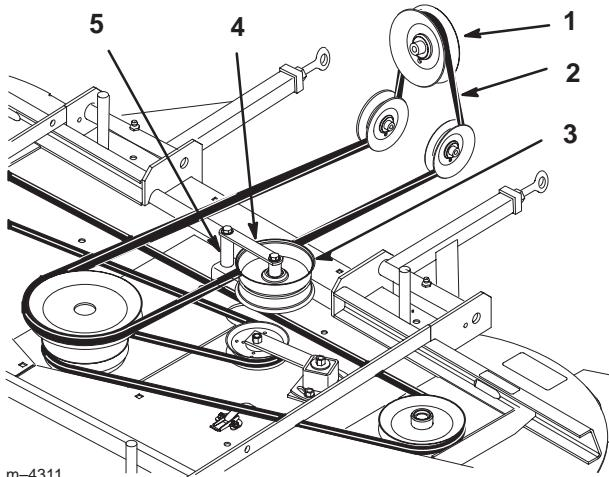

Figure 64
3. Déposez la courroie d' entraînement de PdF de l'embrayage, des poulies de tension arrière et de la poulie centrale supérieure du plateau de coupe (Fig. 64).
4. Retirez le boulon, l'écrou et l'entretoise de l'ensemble support de poulie de tension. Retirez la courroie de l'ensemble support (Fig. 64).
6. Placez la courroie dans l'ensemble support de poulie de tension. Remettez le boulon, l'écrou, la rondelle et l'entretoise dans l'ensemble (Fig. 64).